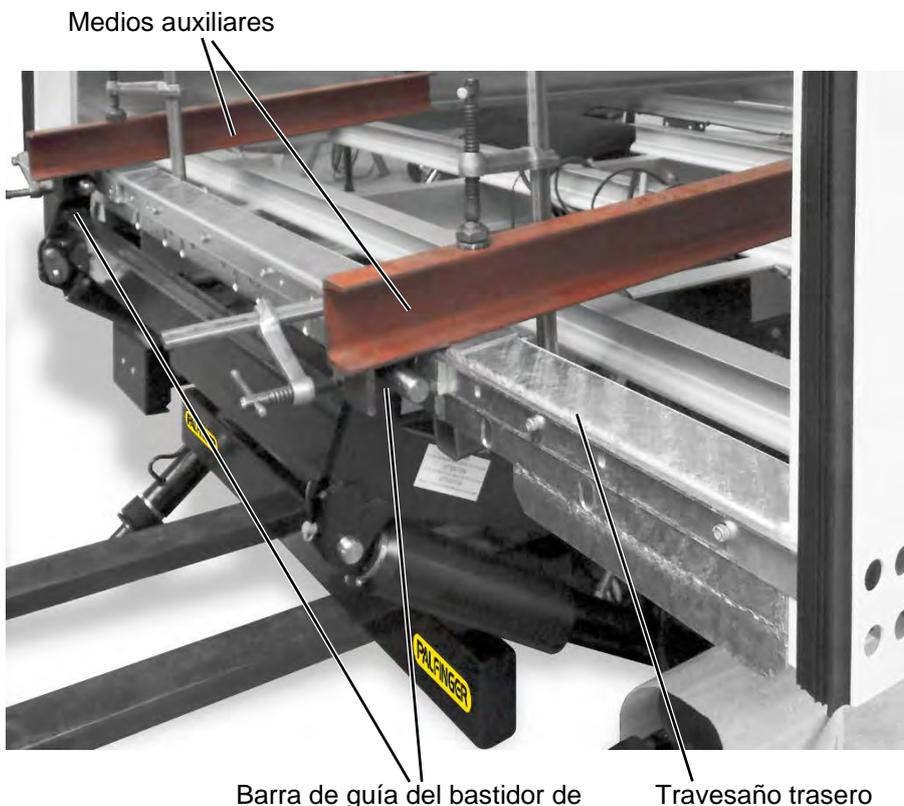

Figura 15: Empernar el mecanismo de elevación y los elementos auxiliares de montaje
- ▶ Atornille el mecanismo elevador al elemento auxiliar de montaje (véase Figura 15).